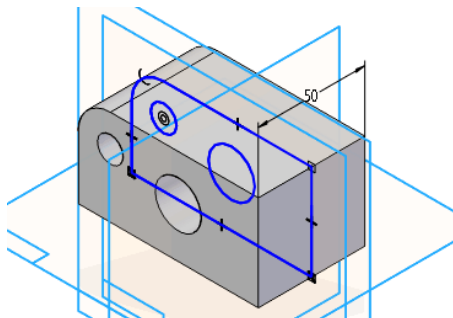
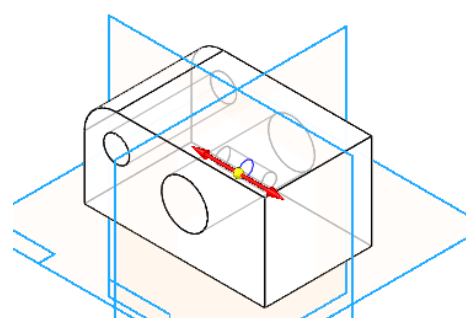

Imagen 1
Imagen 2
- **Extensión simétrica.** Extiende la operación a ambos lados del perfil. El valor de la extensión es la longitud total de la extrusión (imagen 1). Sólo estará activo si la opción seleccionada es “Extensión Limitada”. En las demás opciones, si queremos hacer una operación simétrica, deberemos pulsar con el ratón sobre el perfil, hasta que aparezca una flecha doble (imagen 2).